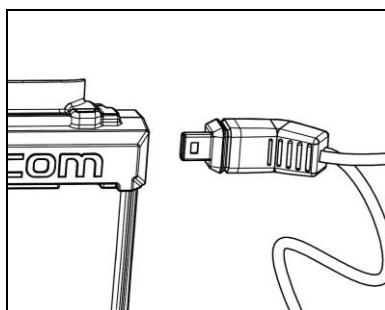

Fig. 6
- Connectez le câblage droit à son homologue, tel qu'indiqué sur la Fig. 6.